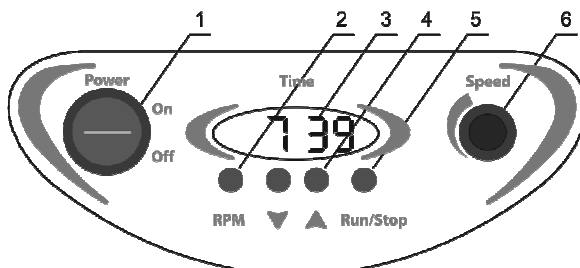

Fig.1 Pannello di controllo
- 4.3. Portare in posizione On l'interruttore di alimentazione Power (fig. 1/1) situato sul pannello frontale dell'agitatore (il display si accenderà, fig. 1/3). In modalità standby, sul display vengono visualizzati il tempo e la velocità impostati (premendo il tasto **RPM**). In modalità operativa, sul display vengono visualizzati il tempo e la velocità effettivi (premendo il tasto **RPM**).
- 4.4. Utilizzando i tasti ▲ e ▼ (fig. 1/4), impostare il tempo operativo servendosi delle indicazioni sul display. Il tempo impostato verrà visualizzato sul display in ore e minuti (hh:mm).
- 4.5. Impostare la velocità di agitazione mediante la manopola Speed (fig. 1/6) servendosi delle indicazioni relative alla velocità impostata visualizzate sul display. Girando la manopola Speed, sul display compaiono le indicazioni relative alla velocità.
- 4.6. Premere il tasto **Run/Stop** (fig. 1/2). La piattaforma comincerà a effettuare il movimento di agitazione e il timer avvierà il conteggio del tempo operativo. Il display mostra il tempo effettivo: fino a 1 ora - in minuti e secondi (mm:ss), dopo 1 ora - in ore e minuti (hh:mm).
- 4.8. Se necessario, è possibile interrompere l'agitatore prima che il tempo impostato sia trascorso completamente premendo il tasto **Run/Stop** (fig. 1/5). Sul display verrà visualizzata per 2 secondi la durata del funzionamento dell'agitatore fino a quel momento e, subito dopo, il tempo impostato.